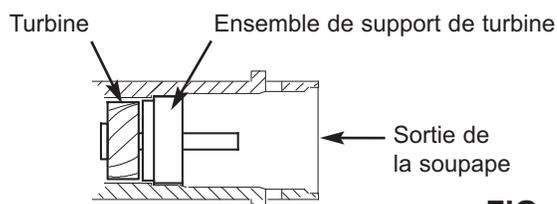

FIG. 11
- Assurez-vous que la turbine et le appui sont en place dans la sortie de vanne, tel qu'illustré par la Figure 11.